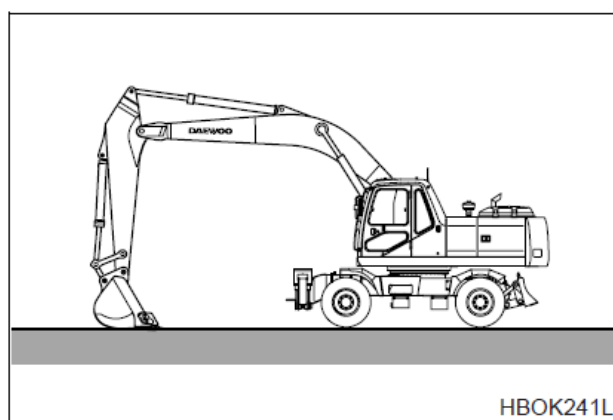

Рис. 70
1. Следует ставить экскаватор на стоянку на плотном ровном грунте. Опустить ковш на грунт, как показано на рис. 70.